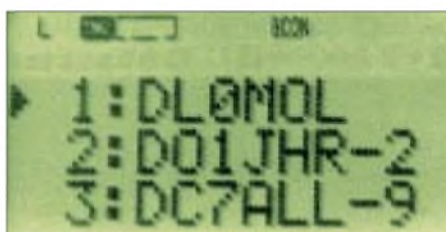

Bild 9: Beginn der Liste momentan empfangener APRS-Stationen innerhalb des vordefinierten Einzugsbereichs (*POS LIMIT*)
z.B. Bild 9, zeugt die Anzeige *BCON* von der aktivierten Funktion. Ab jetzt wird im 10-Minuten-Takt die aktuelle Position automatisch ausgesandt.